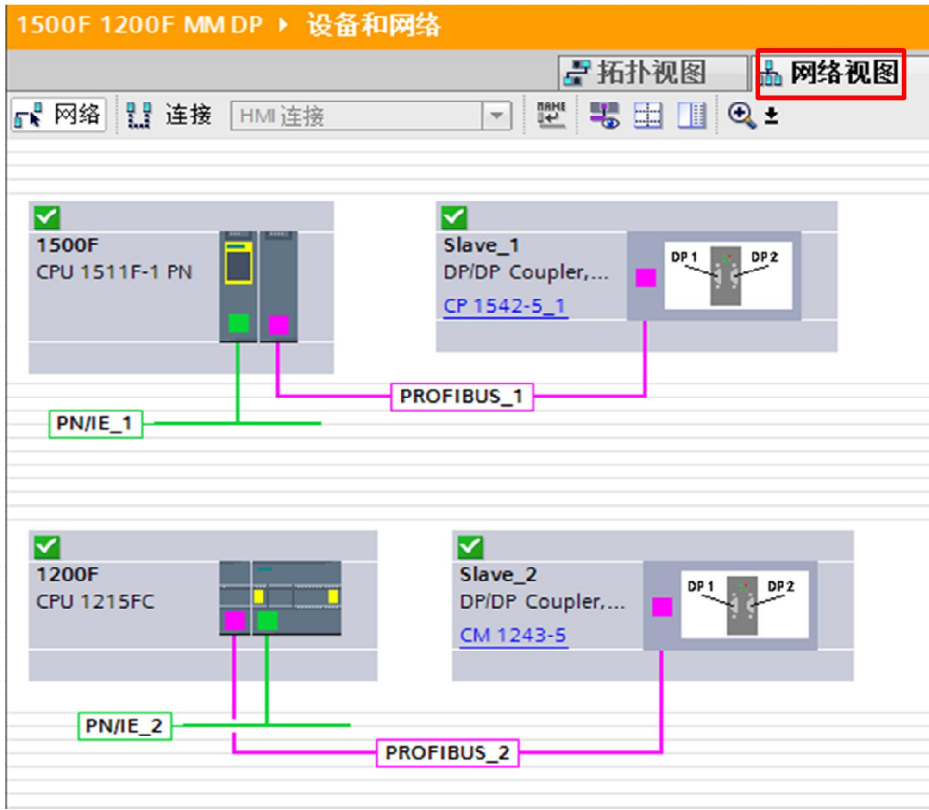

图 2-14 硬件组态在线状态
13) 1500F/1200F 项目编译保存下载后，网络视图在线后状态，如图 2-14。